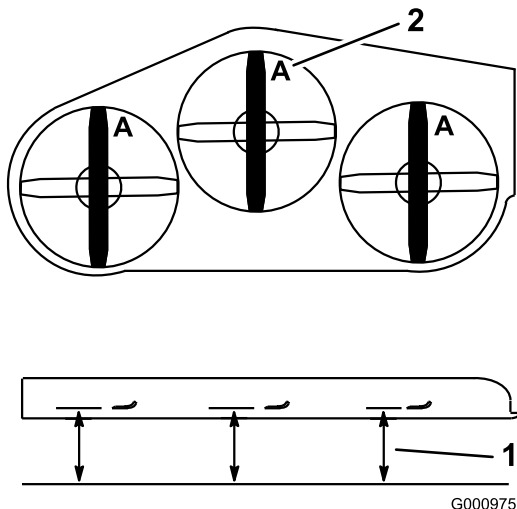

Figure 90
3. Tournez les lames dans le sens longitudinal (**Figure 90**).
4. Mesurez la distance entre la surface plane et le tranchant (position **A**) des lames (**Figure 90**).